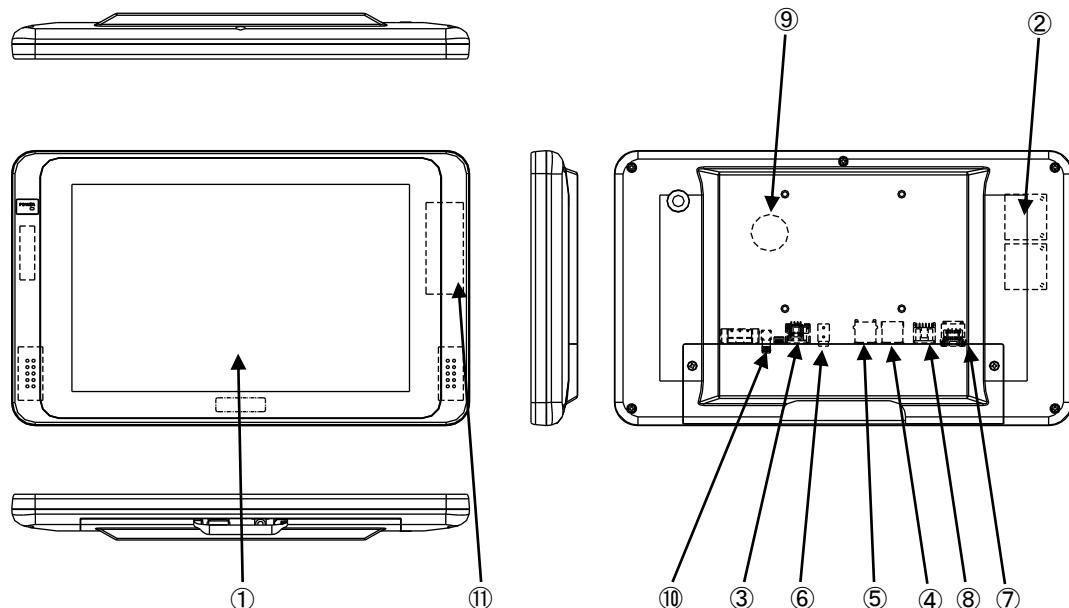

図 3-1-1. 外形図 (AS4-101BN)
AS シリーズの例として、AS4-101Bx の外形図を図 3-1-1 に示します。各部名称を図 3-1-1 に示します。
COM4	SI01 (図 3-1-1 ③) アプリケーションでシリアル通信に使用できます。
ローカルエリア接続	LAN1 (図 3-1-1 ⑦): 1000BASE Ethernet
汎用入出力	汎用の入出力です。 入力 6 点、出力 4 点を制御できます。 (図 3-1-1 ⑧)
バックアップバッテリモニタ	BIOS 設定、RTC、外部 RTC に使用されるバックアップバッテリ (図 3-1-1 ⑨) の状態を取得することができます。